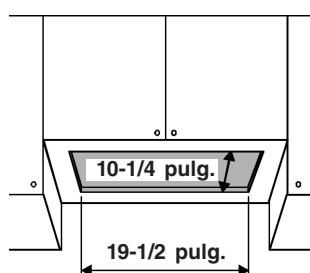

FIG. 2
- Corte un orificio en la parte inferior del gabinete, utilizando las dimensiones mostradas en la Fig. 2.